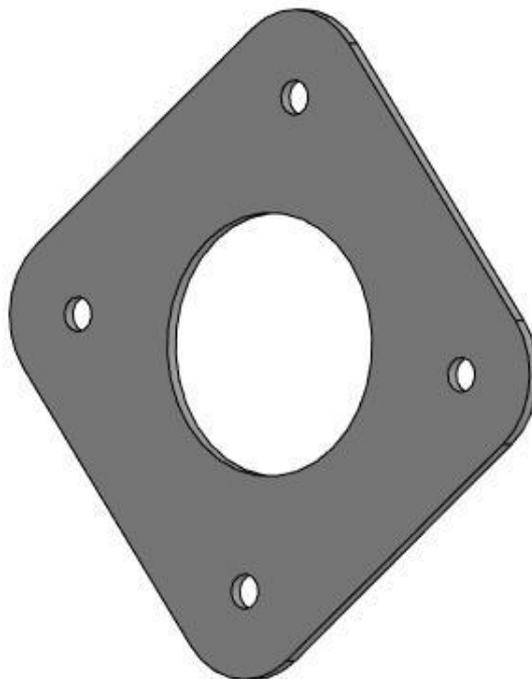

Рис. 2. Фланец
1. По указанным данным, изготовьте фланец (Рис. 2, чертеж).